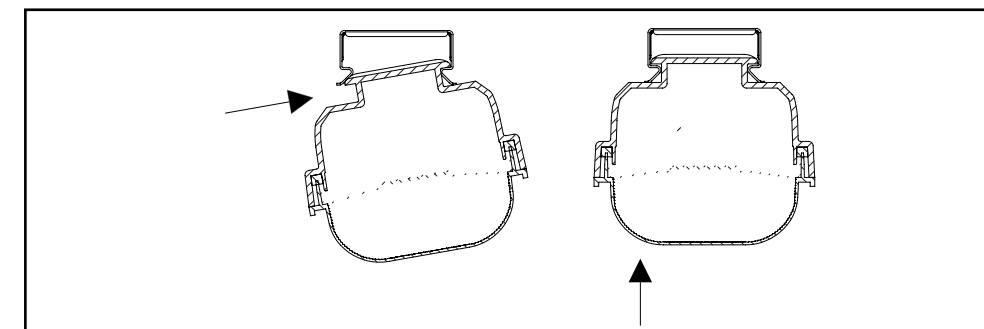

Figure 4.
4. Orientez le luminaire afin que le raccord de conduit soit face à l'alimentation électrique entrante ou au conduit. Inclinez et insérez le luminaire d'un côté du support de montage. Poussez doucement le luminaire depuis le côté opposé pour l'enclencher avec le support de montage. (Figure 4)